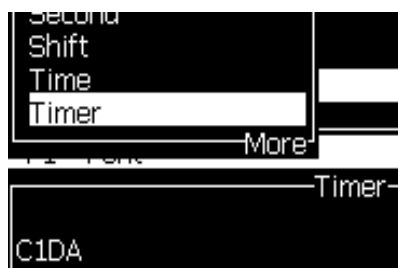

Figura 5-44: Campo utente Timer
- 6 Premere *F2* per aprire la finestra *Seleziona campo utente* quindi selezionare l'opzione *Timer*. E' possibile vedere il formato precedentemente impostato nella finestra di anteprima visualizzata in Figura 5-44